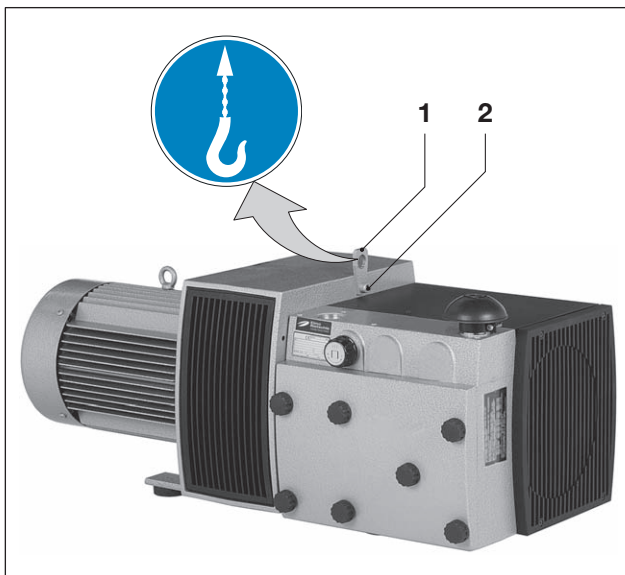

Abb. 1 Anheben und Transportieren
- a) Die Befestigungsschraube (Abb. 1/2) an der Transportlasche (Abb. 1/1) fest anziehen.